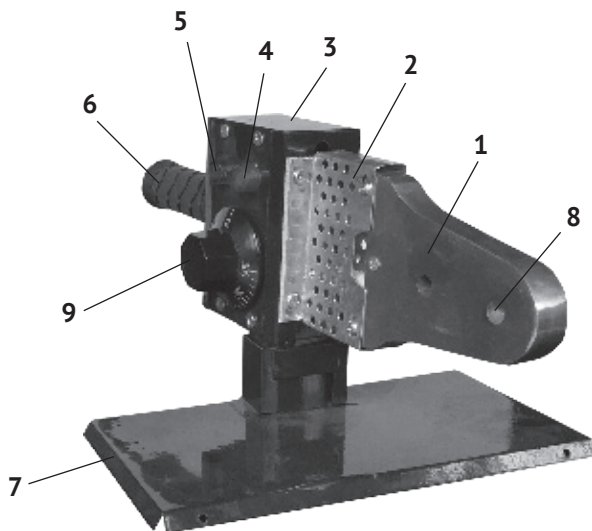

рис. 1
1.8 Общий вид представлен на рис. 1
1.9 В металлическом корпусе (рис.1 поз.3) расположены термостат и разводка проводов подключения нагревательного элемента и индикаторов. Между нагревательным элементом (рис.1 поз.1) расположена текстолитовая прокладка, предохраняющая корпус от нагрева. Поворотом ручки термостата (рис.1 поз.9) по часовой стрелке аппарат включается (с характерным щелчком) и выставляется нужная для сварки температура.
3.2 Выберите из набора парные насадки, подходящие по размеру свариваемой трубе и фитингу и закрепите их в отверстиях (рис.1 поз.8) на нагревательном элементе. Поверхность тефлоновых насадок должна быть чистой.
4.1 Включите аппарат в сеть. При подключении высветится индикатор (рис.1 поз.4) зелёным цветом, информирующий о включении.
4.2 Повернув по часовой стрелке ручку термостата (рис.1 поз.9) включите аппарат и установите (по шкале) необходимую температуру, указанную изготовителем труб. При этом высветится красным цветом индикатор нагрева (рис.1 поз.5).
4.3 Для достижения установленной термостатом температуры нагревательного элемента (рис.1 поз.1) и насадок требуется некоторое время. При достижении рабочей температуры, индикатор (рис.1 поз.5) погас, можно приступать к сварке.
Корректировку температуры производите установкой рукоятки термостата (рис.1 поз.9).